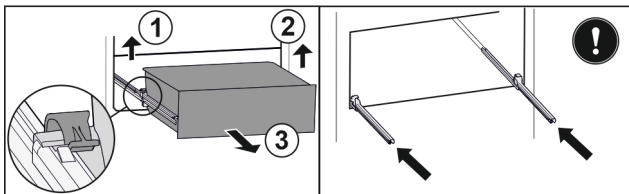

Fig. 131
- ▶ Linker klem optillen en gelijktijdig lade links naar voren trekken. Fig. 131 (1)
- ▶ Rechter klem optillen en gelijktijdig lade rechts naar voren trekken. Fig. 131 (2)
- ▶ Lade naar voren toe verwijderen. Fig. 131 (3)